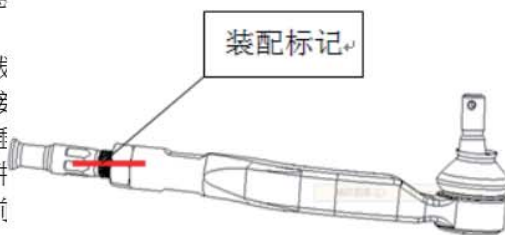

图4-18
- (a) 在左外拉杆总成与内拉杆上做好装配标记，如图4-18所示。